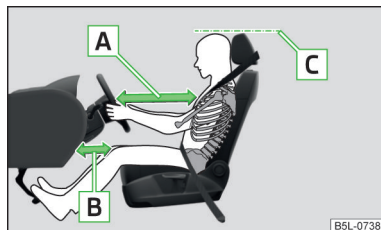

Fig. 1
- ✓ Ajuste el asiento del conductor longitudinalmente de forma que la distancia de las piernas **B** hasta el tablero de instrumentos en la zona del airbag de rodillas sea al menos de 10 cm » fig. 1.
- ✓ Ajustar el volante de tal modo, que la distancia **A** entre el volante y el esternón sea, como mínimo, de 25 cm » fig. 1. Ajustar el volante » página 8, *Ajustar la posición del volante*.
- ✓ Ajuste el reposacabezas de tal modo que el borde superior del mismo se encuentre de ser posible a la misma altura que la parte superior de su cabeza ¹⁾ **C** » fig. 1.
- ✓ Ajuste el reposacabezas de tal modo que el borde superior del mismo se encuentre de ser posible a la misma altura que la parte superior de su cabeza ¹⁾ [C] » fig. 1 de la página 8.
- ✓ Ajuste el reposacabezas de tal modo que el borde superior del mismo se encuentre de ser posible a la misma altura que la parte superior de la cabeza [C] » fig. 1 de la página 8.